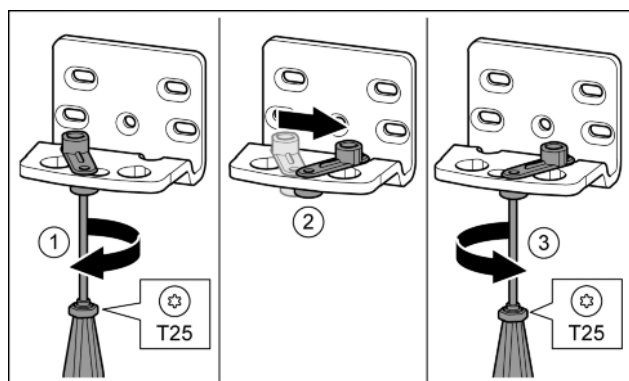

Fig. 17
- Visser la vis sans serrer avec un tournevis T25. Fig. 17 (1)
- Soulever le ressort de fermeture et le tourner de 90° à droite dans l'alésage. Fig. 17 (2)
- Serrer la vis avec un tournevis T25. Fig. 17 (3)